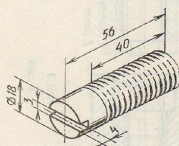

Рис. 1
1. По наглядному изображению выполните эскиз детали (рис. 1).